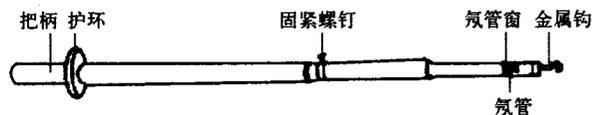

图 1-49 10 kV 高压验电器
② 高压验电器。高压验电器又称高压测电器,10 kV 高压验电器由金属钩、氖管、氖管窗、紧固螺钉、护环和握柄等组成,如图 1-49 所示。